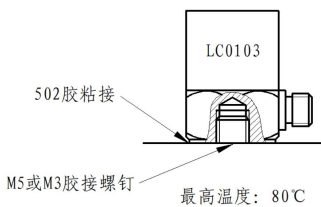
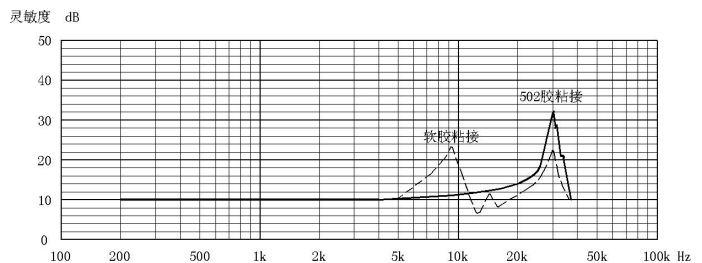

图7 胶粘剂安装示意图
图8 胶粘剂安装频响曲线图
(3) 胶粘剂安装：可用多种胶粘剂粘接，胶接面要平整光洁，并需按胶接工艺清洗胶接面。目前常用的 502 胶粘接工艺如下：a. 先用 200-400 # 砂纸对安装面进行打磨；b. 用丙酮或无水乙醇清洗打磨面，并彻底擦干；c. 于粘接部位滴适量的 502 快干胶，之后用手（或加压）将传感器压住几秒钟，待胶初步固化后松开手（或去掉压力），静置十几秒，使胶彻底固化达到胶接强度；d. 欲取下粘接在被测物体上的传感器，请先于粘合部位涂布丙酮，过几分钟后用起子取下，注意不要用力过猛！如果轻轻用力取不下时，可再涂布溶剂，待几分钟再轻轻取下。对大加速度的测量，请计算胶接强度。胶粘剂安装示意图及频响曲线图如图 7、图 8 所示：